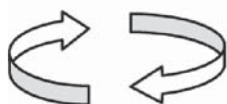

Fig. 1
- Tenere il lubrificatore con l'apertura rivolta verso il basso ed avvitare a mano la vite di attivazione – corrispondente al periodo di erogazione adatto – nel corpo del lubrificatore. (Fig. 1)
- Hold autolubricator in your hand, with outlet down, and tighten activation nipple, according to lubrication rate needed (Fig. 1)